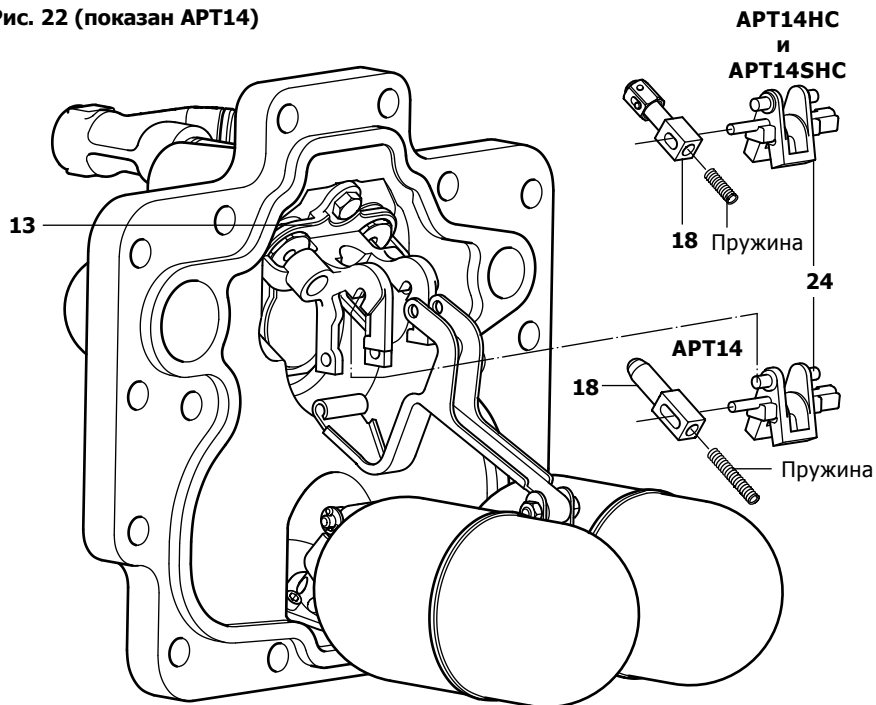

Рис. 23 (показан АРТ14)
8. Аккуратно вращая вытащите клапан выхлопа из рамы (дет. 24, рис. 23) стараясь не повредить возвратную пружину клапана.